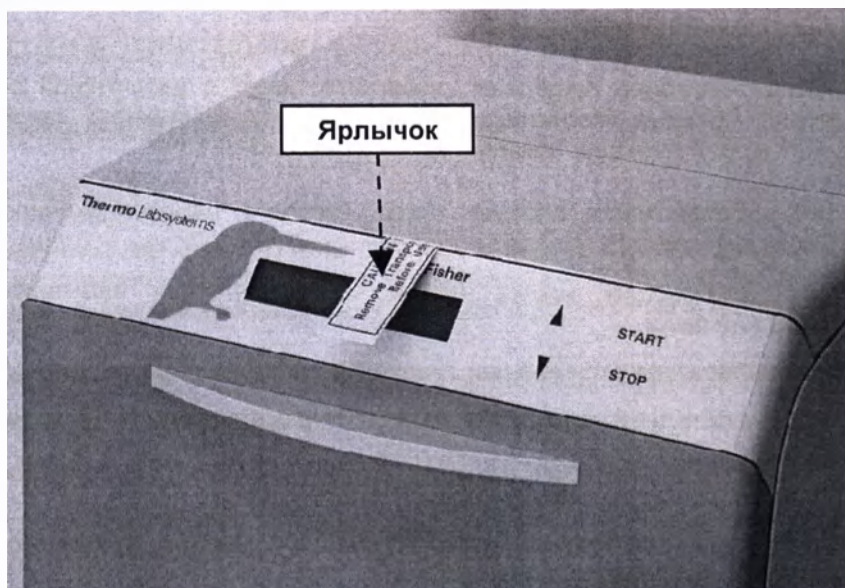
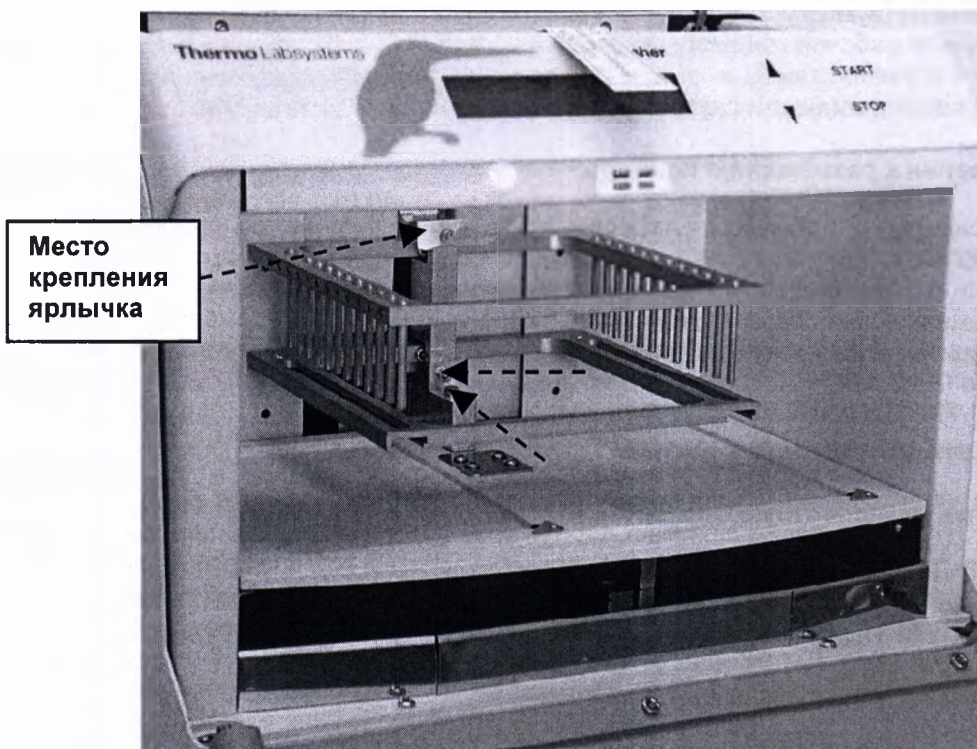

Рис. 5.1 Ярлычок, предупреждающий о наличии в KingFisher транспортной блокировки, перед удалением транспортного стопора
Рис. 5.2 Расположение крепежных винтов транспортной блокировки
Примечание: В ПРИБОРЕ ИМЕЕТСЯ ОДНА ТРАНСПОРТНАЯ БЛОКИРОВКА (Рис. 5.2). Чтобы привлечь внимание пользователя, к прибору прикреплен белый ярлычок с текстом красного цвета «ВНИМАНИЕ! Перед включением удалите транспортную блокировку» (“CAUTION! Remove Transport Lock Before Use”) (Рис.5.1). Ярлычок на Рис.5.1 и стрелки на Рис.5.2 указывают местоположение транспортной блокировки.
1. Чтобы снять транспортную блокировку, отвинтите три винта (Рис.5.2) прилагаемой шестигранной отверткой (разм. 2.5 мм)